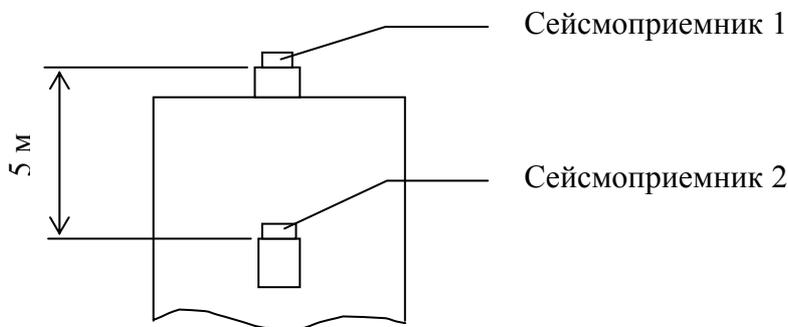

Рис. 2.
- 1) закрепите два сейсмоприемника на свае с помощью пластилина или замазки на расстоянии пять метров по вертикали согласно рис. 2;